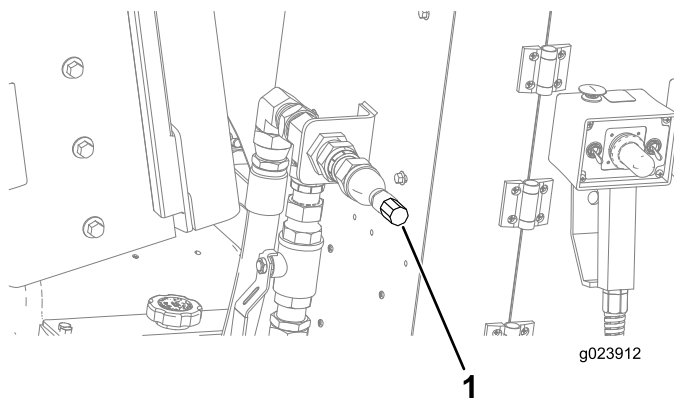

Figura 133
5. Conecte la manguera de pulverización al acoplamiento (Figura 133).